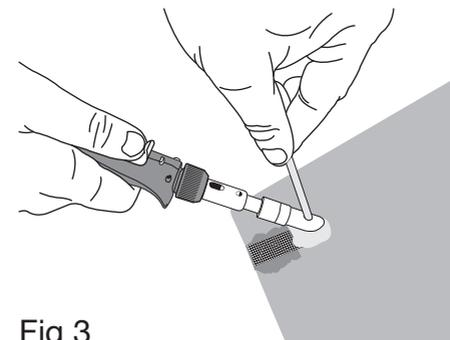

Fig 3
- Siehe Abb. 3. Den umgebenden Bereich mit dem Schweißkopf erhitzen, bevor Zusatzwerkstoff aufgetragen wird. Der Schweißdraht wird aufgeschmolzen und auf die Oberfläche aufgebracht, indem er durch das Loch im Schweißkopf geschoben wird.
- Nach Abschluss der Arbeiten kann der Schweißkopf mit der mitgelieferten Drahtbürste (5) und dem mitgelieferten Reinigungsstab (6) gereinigt werden.